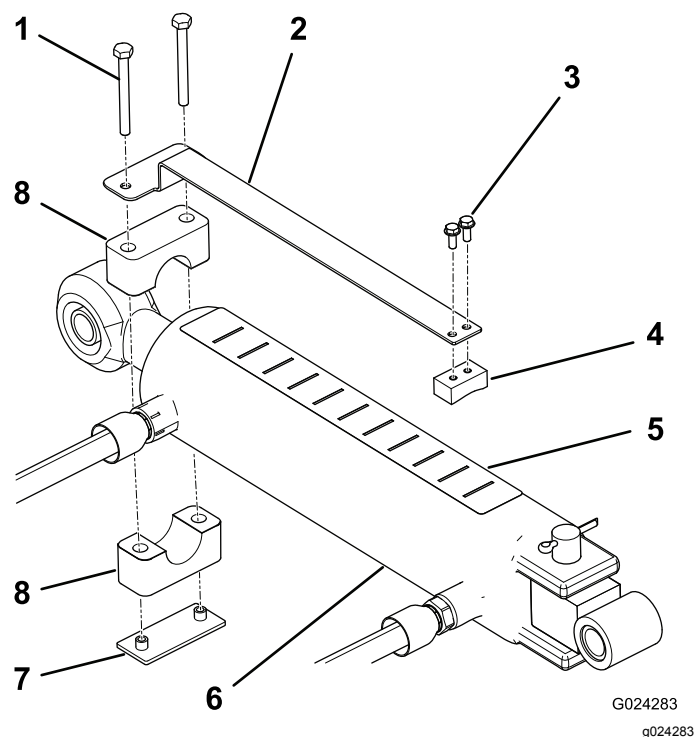

图8
1. 用 2 个机器螺丝#10 x ½ 英寸将深度计安装到滑块的平面侧并按照图8 所示调整组件位置。
2. 使用管夹、焊接板和 2 个螺丝 ¼ x 2½ 英寸将深度计松松地安装到顶部连杆油缸的杆端图8。确保管夹保持足够的松动以便让它们旋转到所需的位置。
4. 将深度标贴粘贴到油缸顶部从操作位置能够看到的地方且不会影响液压软管或其他障碍物图8。将标贴带有“J”字母的一端朝向打孔机。